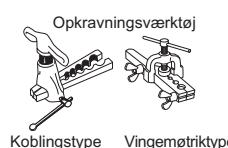

Fig. 4
- 4) Opkravningsarbejde (Fig. 4, 5). Hold kobberrøret i den størrelse, der er vist i skemaet. Vælg A (mm) fra skemaet i henhold til det værktøj, du benytter.